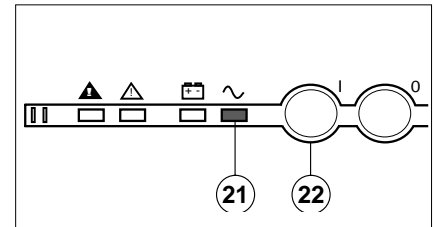

Fig.11
► fermer l'interrupteur d'entrée (1) ;
► fermer le disjoncteur batterie (4) ;
D après quelques secondes, le voyant vert (21) "utilisation protégée" s'allume (figure 11), indiquant que Comet est en fonctionnement normal.